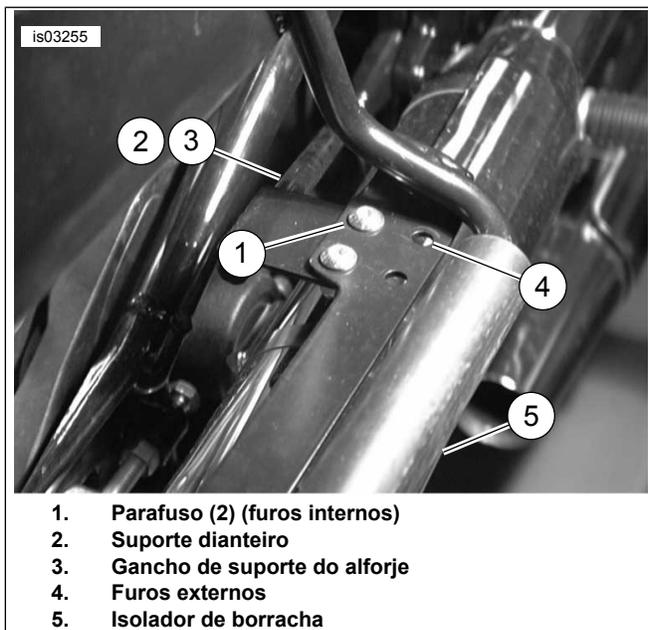

Figura 11. Instalação do suporte dianteiro no gancho de suporte do alforje
Veja a Figura 11. Se houverem ferragens de suporte instaladas, use os dois furos internos (1) para montar o suporte dianteiro (2) no gancho de suporte do alforje (3). Se não houverem ferragens de suporte instaladas, use os dois furos externos (4).